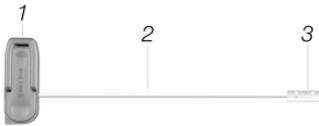
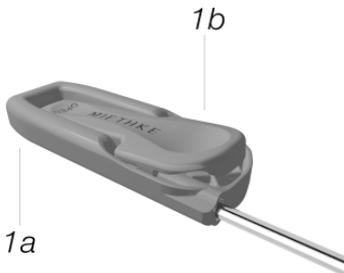

Fig. 1: Tunelizador Tunneller compuesto por un agarre (1) y un pasador tunelizador (2) con protección de transporte (3)
Fig. 2: Agarre compuesto por una carcasa de agarre (1a) y un cierre basculante (1b)
El tunelizador Tunneller consta de dos componentes (fig. 1): un agarre (1) y un pasador tunelizador (2), cuyo extremo accesible cuenta con una protección de transporte (3). El agarre (fig. 2) está fabricado con plástico y cuenta con una carcasa de agarre (1a) y un cierre basculante (1b).
El tunelizador *Tunneller* de Christoph Miethke GmbH & Co. KG se suministra montado con el agarre en posición longitudinal y con el extremo puntiagudo del pasador tunelizador. El extremo puntiagudo está provisto de una protección de transporte (fig. 1, pos. 3) que debe retirarse inmediatamente antes de su uso. El usuario puede configurar el tunelizador *Tunneller* de acuerdo con las posibilidades mencionadas anteriormente, según la situación anatómica personal del paciente y la técnica de tunelización preferida.